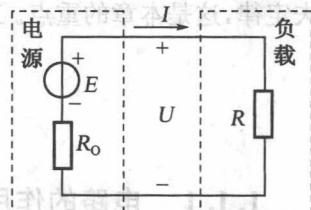

图 1.1 电源的有载工作
1. 电源有载工作:电源与负载接通,如图 1.1 所示。此时 $I = \frac{E}{R_0 + R}$, $U = RI$,或 $U = E - R_0 I$,最后一个式子表示电源的输出电压与输出电流的关系,由此式所画的曲线称为电源的外特性曲线。